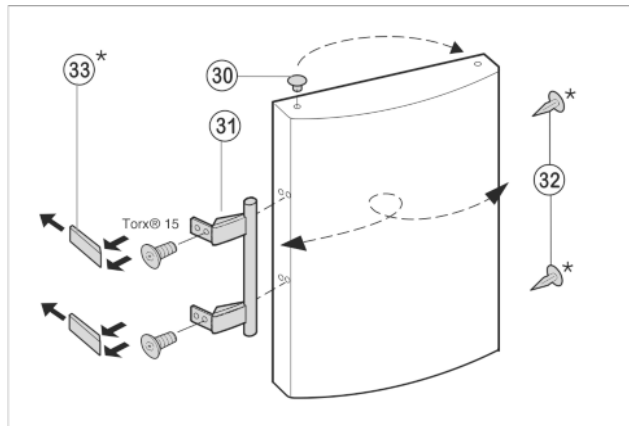

Fig. 10
- ▶ Извлеките пробку *Fig. 10 (30)* из опорной втулки дверцы и переставьте.
- ▶ Снимите и переставьте на противоположную сторону дверную ручку *Fig. 10 (31)*, пробку *Fig. 10 (32)* и прижимные пластины *Fig. 10 (33)*.